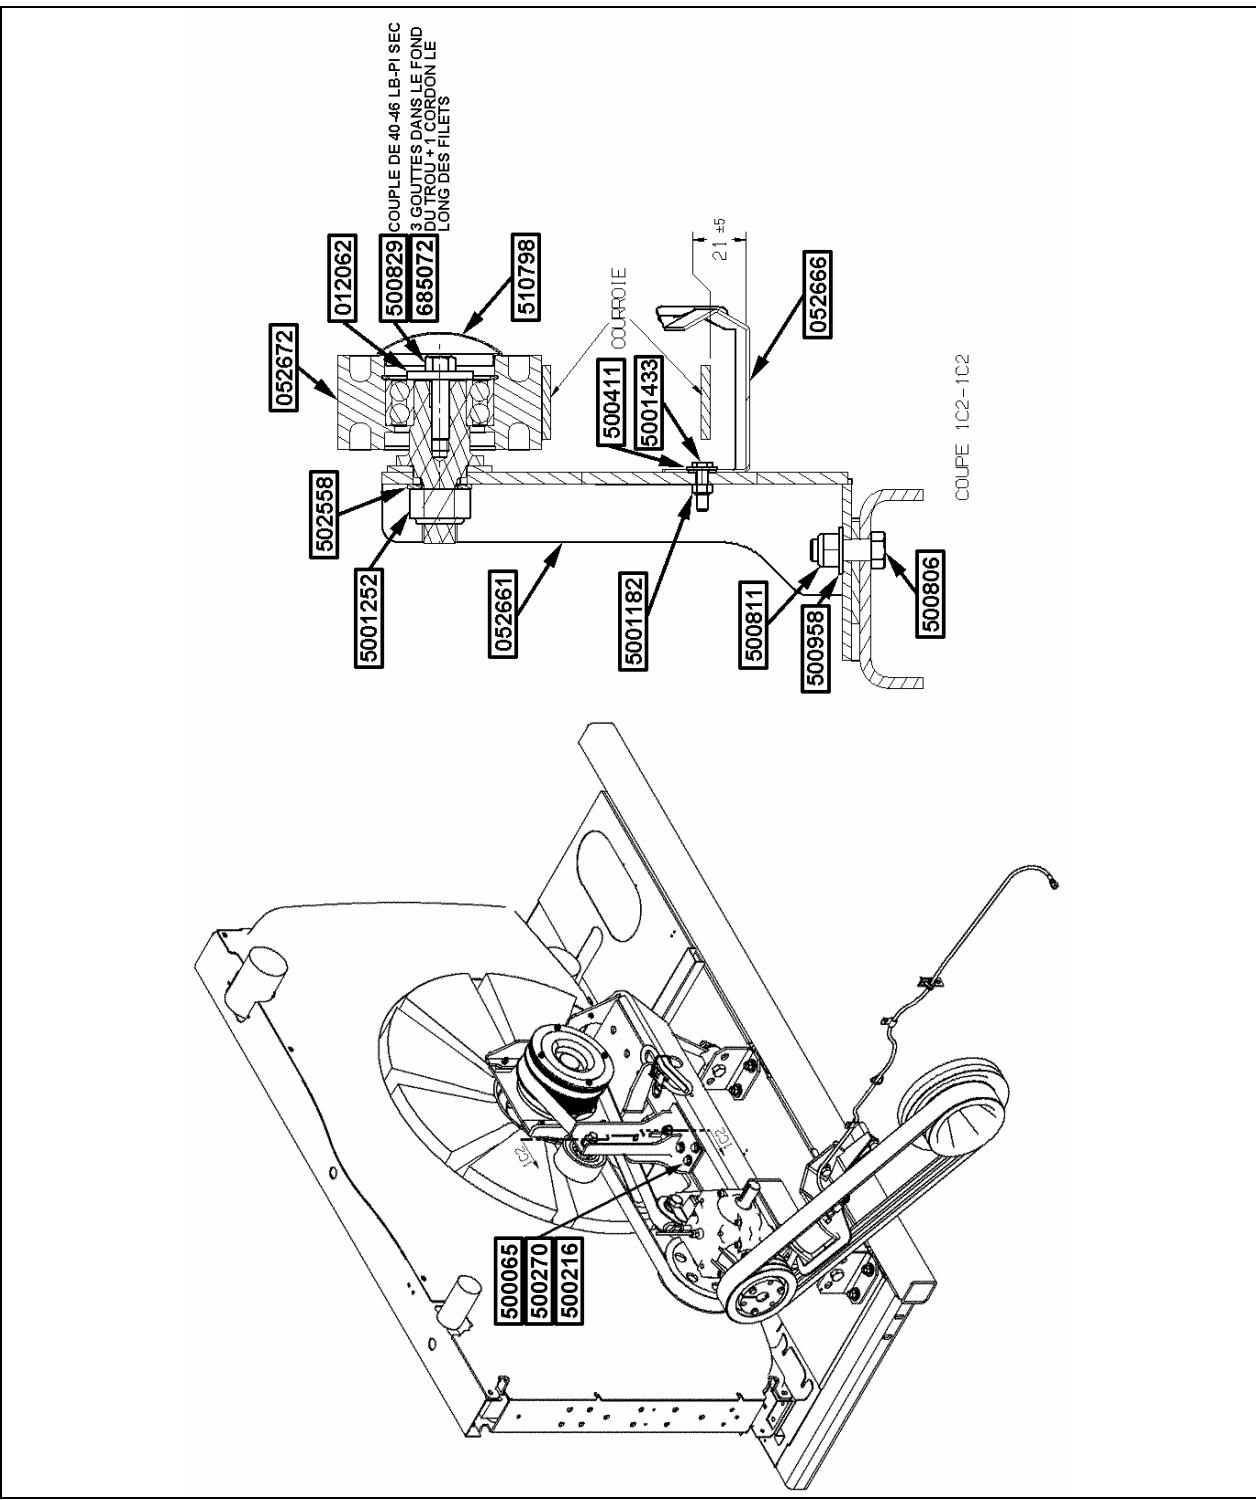

FIGURE 3
1. Mettre 3 gouttes de «Loctite 243» (685072) dans le fond du trou du moyeu du galet tendeur (052672) puis un cordon le long des filets de la vis d'assemblage (500829). Insérer la vis dans la rondelle plate (012062) puis serrer la vis au couple de 41-46 lb-pi sec (Voir figure 3). Mettre le capuchon protecteur (510798) sur le galet tendeur assemblé.
3. À moins que ce ne soit déjà fait, tourner la manette du robinet de commande des tendeurs de courroies dans le sens antihoraire pour relâcher la pression dans les ballons des tendeurs. Installer l'ensemble support et galet tendeur sur le socle de fixation du mécanisme d'entraînement du ventilateur. Fixer l'ensemble support à l'aide de la vis (500806), rondelle plate (500958) et écrou (500811) (Voir la figure 3).
4. L'ensemble support et galet tendeur est également fixé sur le socle de fixation du mécanisme d' entraînement du ventilateur à l'aide de 3 vis (500065), rondelles plates (500270) et rondelles Grower (502616) (Voir figure 3).
5. Fixer le déflecteur d'air (052666) sur l'ensemble support et galet tendeur à l'aide des 2 vis (5001433), des rondelles plates (500411) et des écrous hexagonaux autofreinés à bague de nylon (5001182). S'assurer que la courroie passe à environ 21 mm au-dessus du déflecteur d'air (Voir figure 3 et 4). Tourner la manette du robinet de commande des tendeurs de courroies dans le sens horaire pour réappliquer la tension sur la courroie.